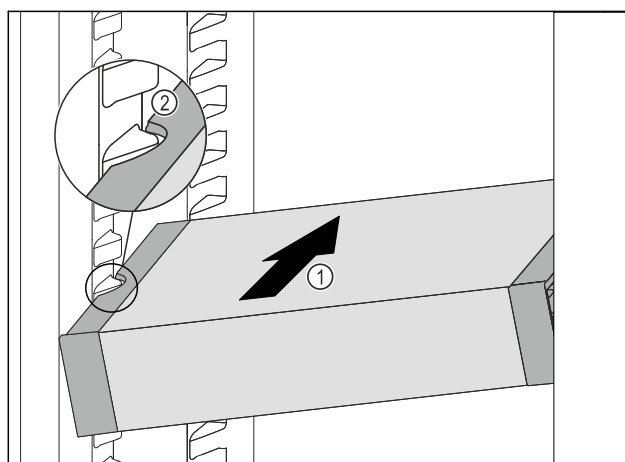

Fig. 118
- ▶ Zasuňte VarioSafe do chladničky pod úhlem tak Fig. 118 (1), aby vybrání na bocích Fig. 118 (2) VarioSafe byla na úrovni žebrování na nádoby v chladničce.